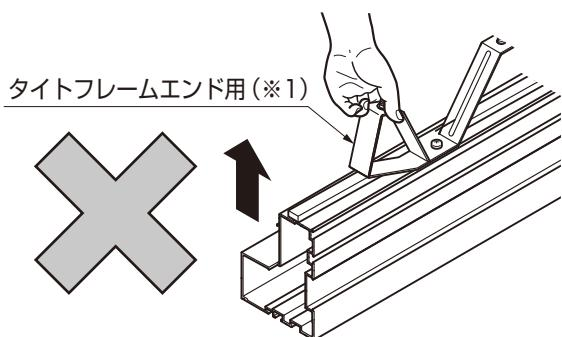

図7-8 桁の持ち運び
- タイトフレームを取付けた後、桁を持ち運ぶときは、両端のタイトフレームエンド用(※1)を持たないでください。曲がって端部面戸爪付が取付かなくなります。(図7-8参照)